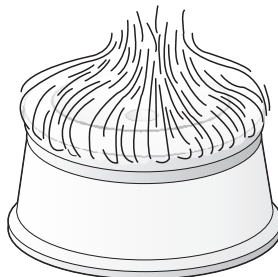

Figura 18
3. Aire insuficiente (figura 18)